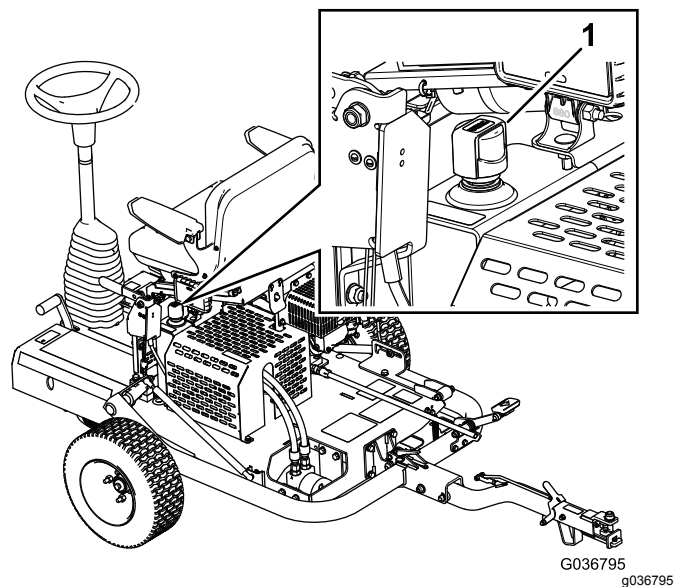

Рисунок 21
3. Снимите крышку гидравлического бака и проверьте уровень гидравлической жидкости с помощью щупа (**Рисунок 21**).